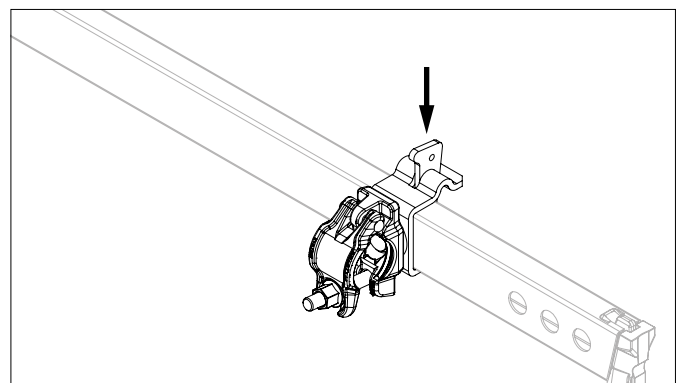

Abb. A10.04b
- Keil in Klemmteil durchstecken und festschlagen. (Abb. A10.04b)